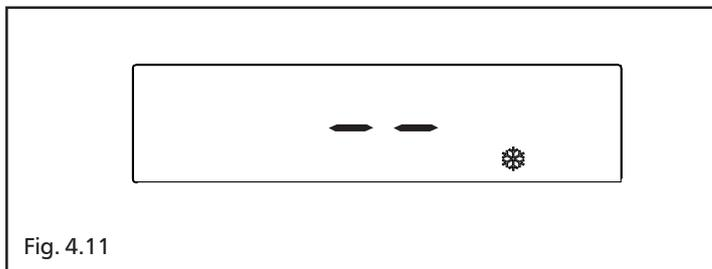

Fig. 4.11
- Antigelo (fig. 4.11): quando la temperatura dell'acqua di caldaia scende al di sotto dei valori di sicurezza si attivano il circolatore e il bruciatore alla minima potenza per riportare la temperatura dell'acqua a valori di sicurezza (35 °C).